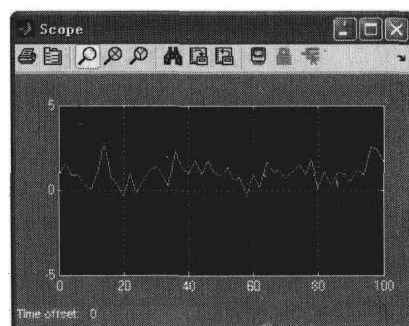

图 1-8 入门小例子 Simulink 仿真波形图
(3) 保存当前工程, 在 Start 按钮  旁设置仿真时间 (默认条件下为 100), 本实例采用默认条件, 然后点击 Start 按钮仿真工程, 得到如图 1-8 所示的仿真波形 (默认条件下需要双击 Scope 模块才能显示出波形框图)。在 Scope 窗口中点击  图标, 显示仿真时间内的所有信号波形。